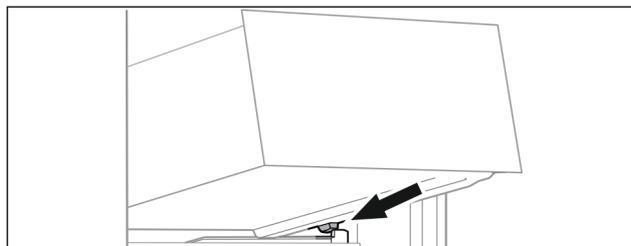

Fig. 35
► Placer le tiroir, en l'inclinant, derrière les butées sur la nervure de récipient. (voir Fig. 35)